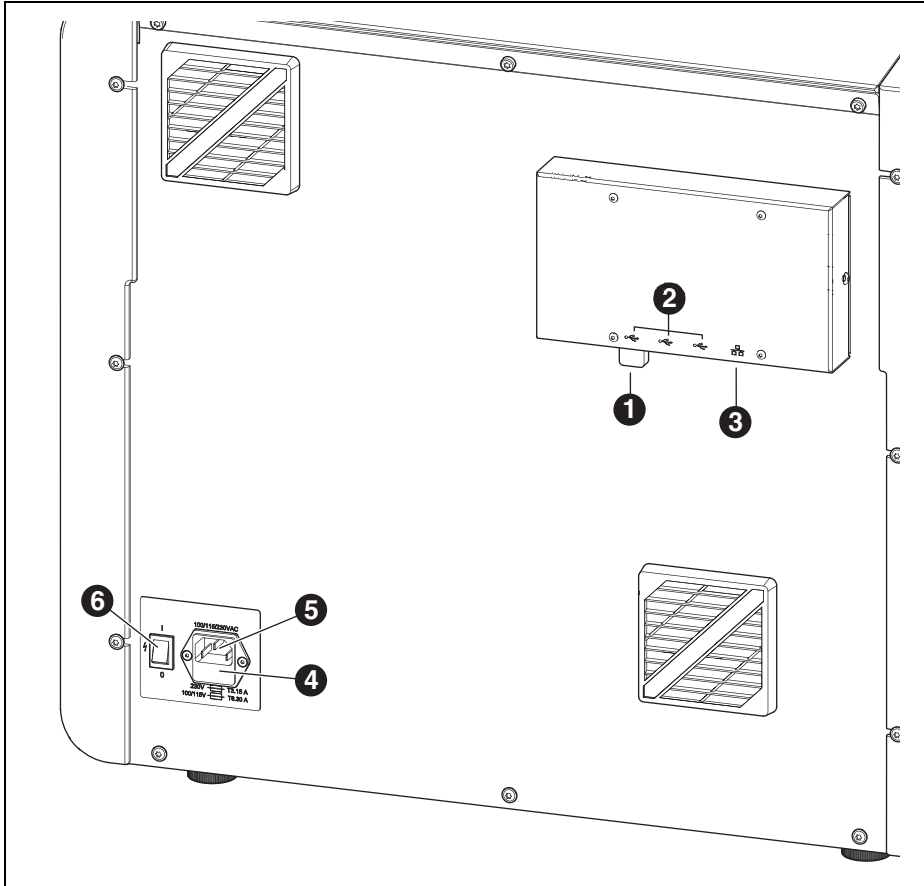

Bild 3 Geräteübersicht Rückseite
- ▷ Gerät mit dem originalen Netzkabel (Lieferumfang) mit dem Netzanschluss ([5] in Bild 3) verbinden.
Wenn das Gerät mit der USB-Schnittstelle ([2] in Bild 3) verbunden wird:
- ▷ Ethernet-Schnittstelle ([3] in Bild 3) der Fräsmaschine mit dem PC bzw. dem Netzwerk über ein Netzkabel verbinden.
- ▷ WLAN-Stick in eine USB-Steckdose an der Geräterückseite einstecken ([1] in Bild 3).